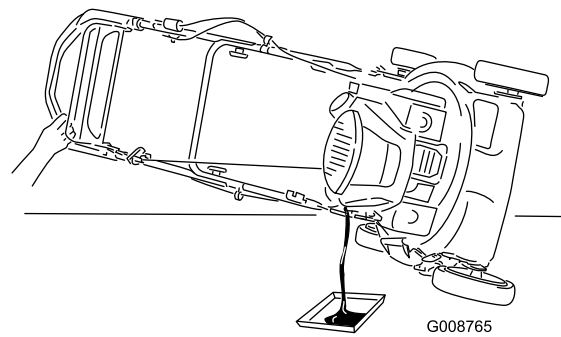

Figura 42
3. Ponga el cortacésped de lado (con el filtro de aire hacia arriba) para drenar el aceite usado a través del tubo de llenado de aceite (Figura 42).